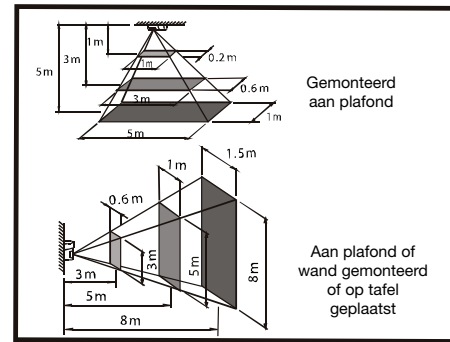

Fig. 4
1. De grootte van het detectiegebied is afhankelijk van de hoogte van de sensor boven de vloer. Fig. 4